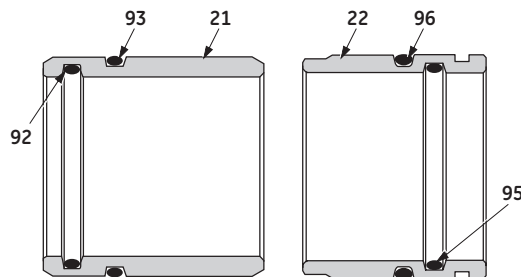

Figura 4 - Disposição do anel de vedação opcional
- E. Os componentes que deverão sair do eixo (19) são: a embalagem (17), o anel da caixa da embalagem (23 ou 100), o tubo espaçador (20) e a bucha-guia superior (21).
**Nota:** O tubo espaçador (20) e a bucha-guia superior (21) podem ficar retidas no corpo. Estas peças devem ser removidas. O tubo espaçador (20) somente pode ser retirado puxando-o pela ponta do castelo do corpo. A bucha-guia superior (21) pode ser retirada através do corpo após a remoção do bujão ou puxando-a pela ponta do castelo do corpo. Em válvulas projetadas para uso em serviço com lama ou viscoso, a bucha-guia superior possui um anel de vedação interno (92) e um anel de vedação externo (93), e a bucha-guia inferior possui um anel de vedação interno (95) e um anel de vedação externo (96) (consulte Figura 4).